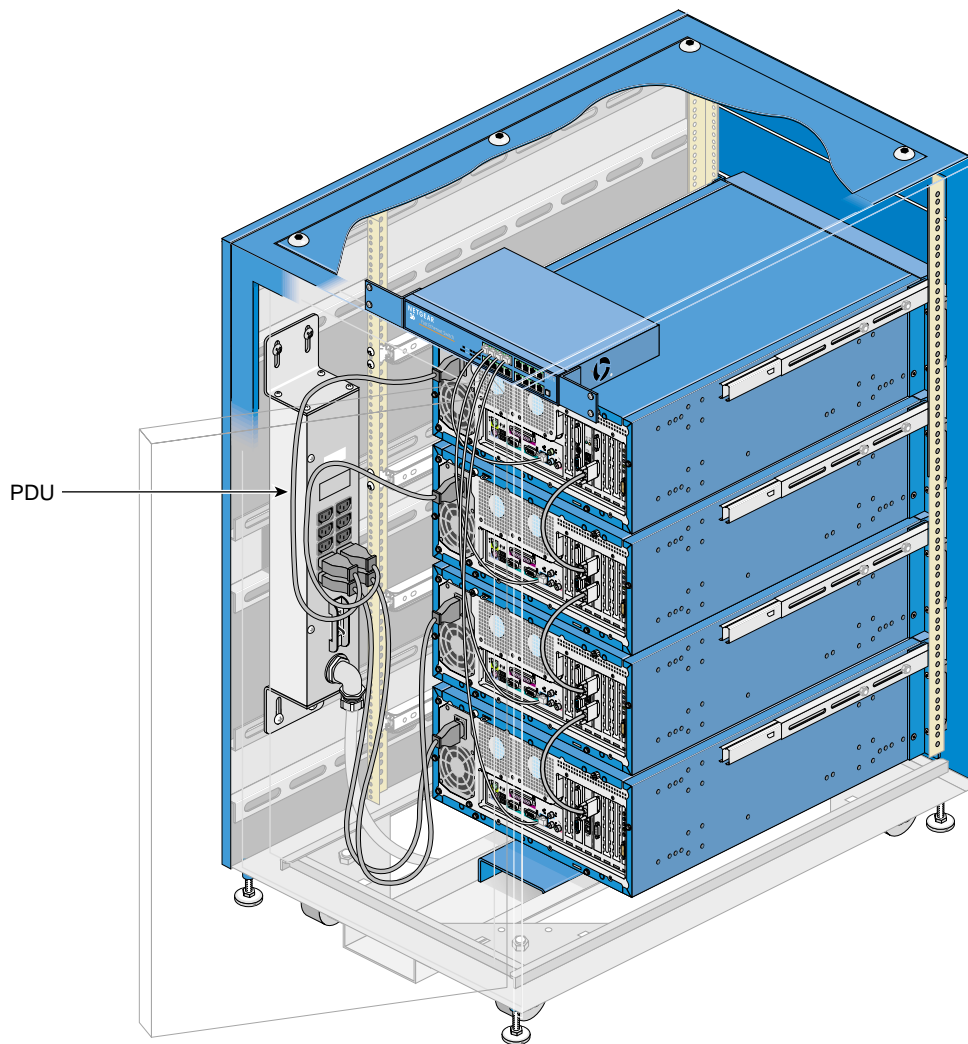

図1 ラック PDU およびノードケーブル
1. ラックの後部ドアを開きます。各ノードの電源コードがラックの配電ユニット (PDU) に接続されていることを確認します。図1を参照してください。
6. 回路ブレーカからラック PDU の電源を入れます。14 ページの図1を参照してください。